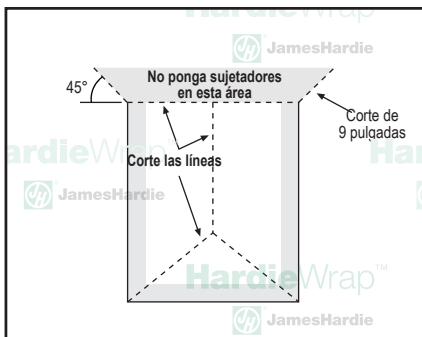

Ilustración 3
Paso 1: Utilice el corte invertido en Y en aperturas de ventanas y puertas. No ponga sujetadores a menos de una distancia de 9 pulgadas de aperturas, topes de puertas y ventanas. Para permitir la instalación correcta de la protección, esta área no debería ajustarse. En las esquinas superiores de las aperturas, corte la barrera meteorológica en un ángulo de 45° para extenderla 9 pulgadas más allá de la junta (ilustración 3).